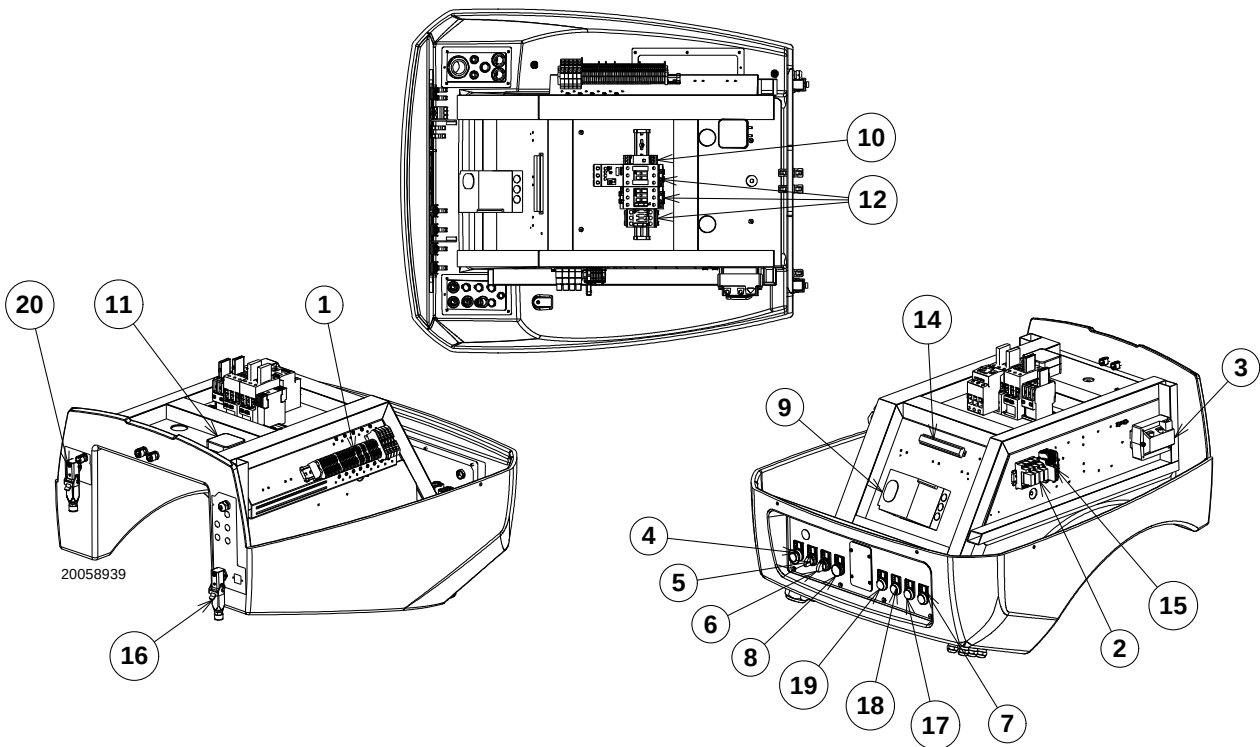

Fig. 5
- **Bloqueo caja de control:** el encendido del pulsador (**led rojo**) de la caja de control 9)(Fig. 5) y del pulsador luminoso 8) advierte que el quemador está bloqueado. Para desbloquearlo presionar el pulsador 8).